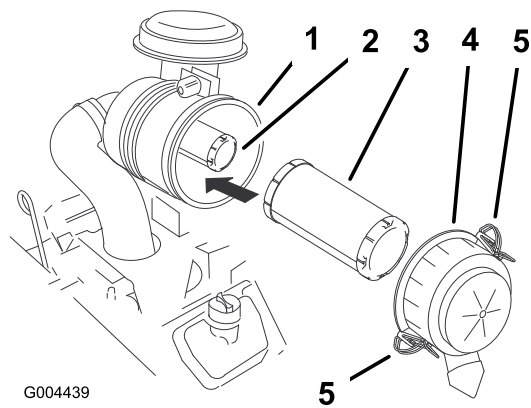

Figura 31
3. Limpie alrededor del limpiador de aire de forma que la suciedad no penetre en el motor y cause daños. Abra los cierres del limpiador de aire y tire de la tapa del limpiador de aire para separarla de la carcasa del limpiador de aire (Figura 31).
4. Limpie el interior de la tapa del limpiador de aire con aire comprimido (Figura 31).
5. Extraiga con cuidado el filtro primario del cuerpo del limpiador de aire (Figura 31). Evite golpear el filtro contra el lado de la carcasa.
1. Si está instalando filtros nuevos, compruebe cada filtro para asegurarse de que no ha sufrido daños durante el transporte. No utilice un filtro dañado. (Figura 31).
2. Si va a cambiar el filtro de seguridad, deslícelo cuidadosamente en el cuerpo del filtro (Figura 31).
3. Deslice cuidadosamente el filtro primario por encima del filtro de seguridad (Figura 31). Asegúrese de que está bien asentado empujando sobre el borde exterior del filtro mientras lo instala.
4. Instale la tapa del limpiador de aire con el lado que lleva la palabra **UP** hacia arriba, y fije los cierres (Figura 31).